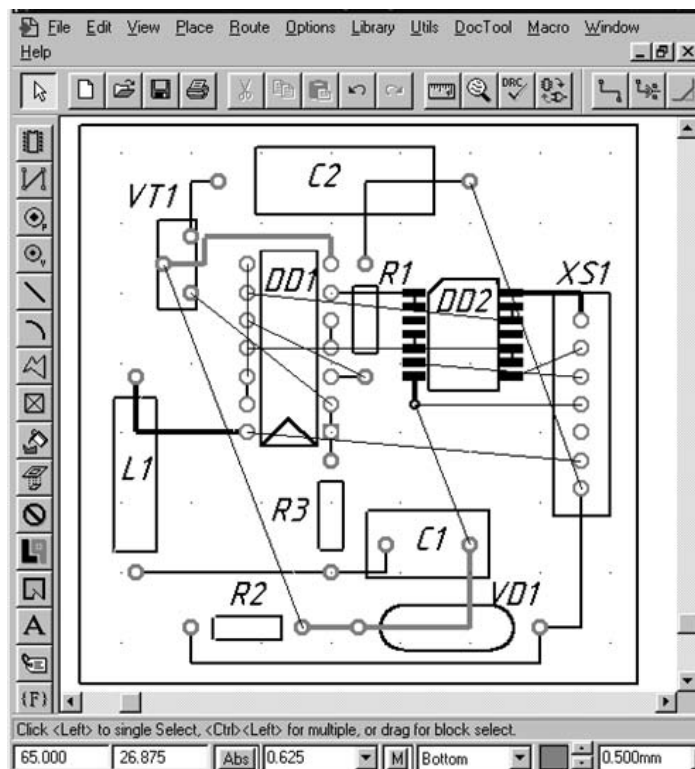

Рис.7.2.7
- В процессе разводки связей становится ясно, что для получения более простого рисунка проводников необходимо часть элементов переместить на плате на другое место. Для этого резистор R1 передвинуть в точку (40,625; 52,5), а резистор R3 – в точку (37,5; 35,0). После этого продолжить разводку цепей: КП 6-го вывода DD1 с КП 1-го вывода DD2, КП 3-го вывода DD1 с КП резистора R1, КП конденсатора C2 с КП резистора R1, КП резистора R2 с КП диода VD1 и КП транзистора VT1 с КП 7-го вывода DD1 (рис. 7.2.7).